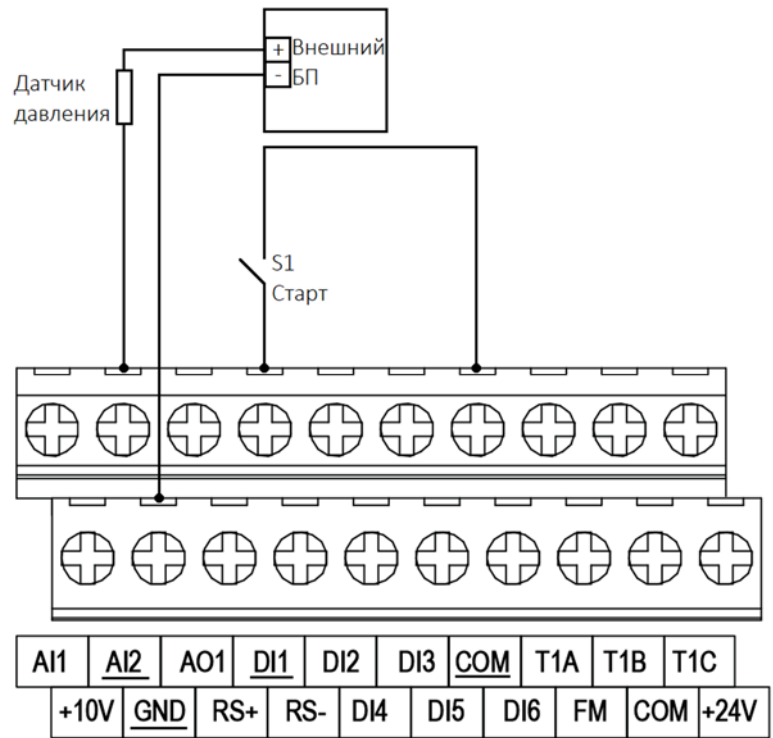

Рисунок 3. Схема подключения датчика давления к VFD1 (используется внешний источник питания)
- С использованием внешнего источника питания (Рис. 3)